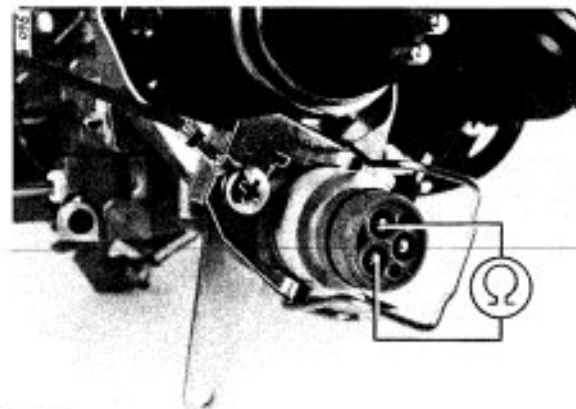

Bild 7
4. DROSSELKLAPPEN-POTENTIOMETER (Bild 7 – 7b)
4.1 Gesamt-Widerstand (Bild 7)